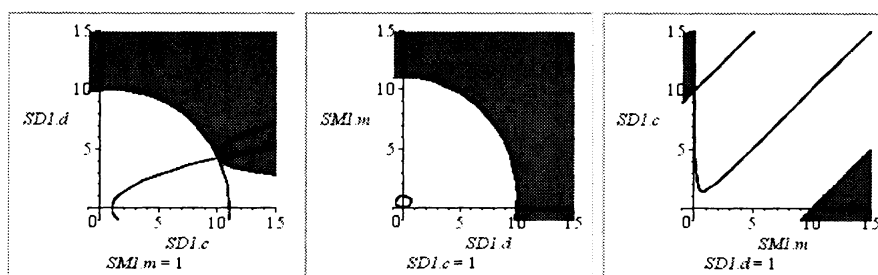

図 9: MapleSim モデルでの可能領域
5. パラメタ領域エリア (図 9) 上でマウスをクリックまたはドラッグすると、パラメタの値を指定することができ、その値での系の振る舞いをボーデ線図、ナイキスト線図、極配置で確認することができる。